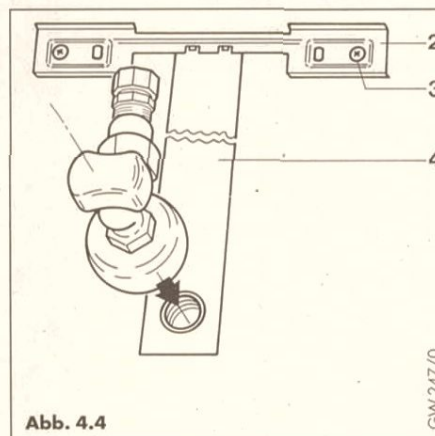

Abb. 4.4
Wird keine Anschlußkonsole installiert, so kann bei Unterputzinstallation der Gerätehalter entsprechend Abb. 4.4 mittels der Abstandschablone (4) vom Gasanschluß ausgehend installiert werden.